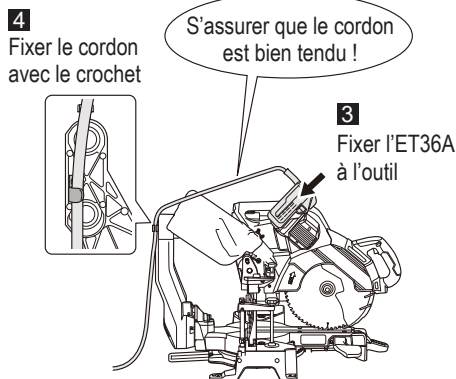

Fig. 58
- (4) Fixer l'ET36A à l'outil et fixer le cordon avec le crochet de sorte que le cordon soit bien tendu. (Fig. 58)